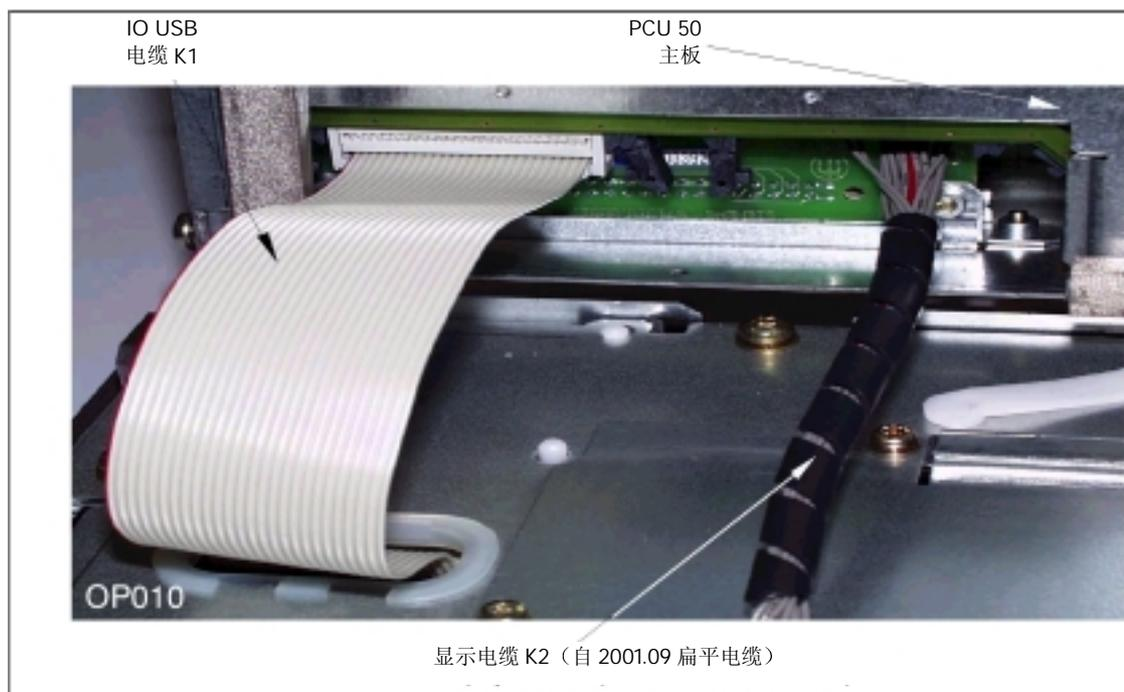
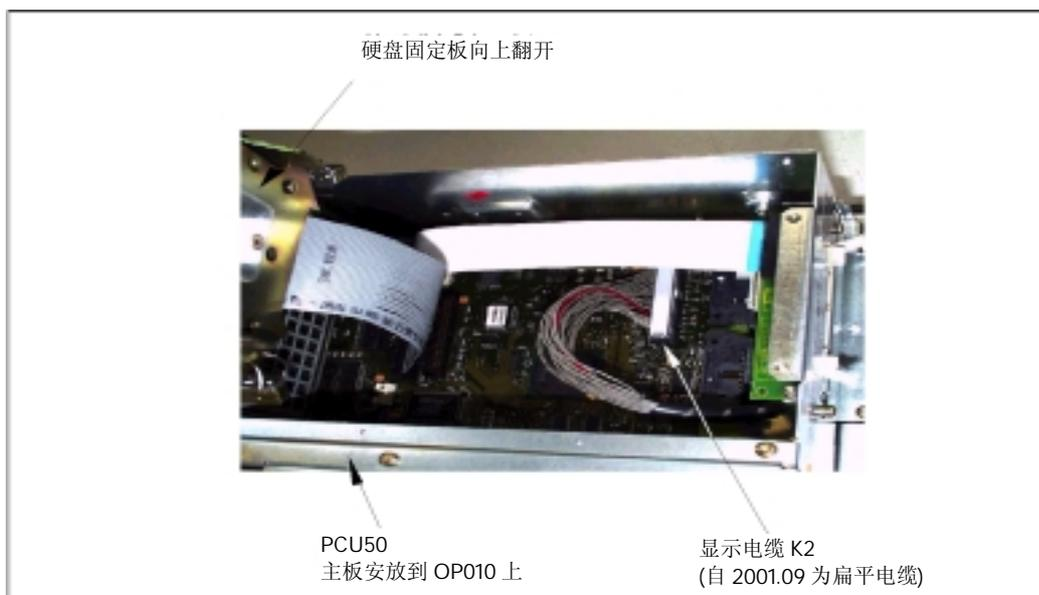

图 5-2 OP010 壳体背面连接：PCU50 连接
图 5-5 PCU50 硬盘下的连接: 与 OP010 连接
在背面（参见图 5-2）：
8. 把 OP010 的电缆插头 K1 和 K2 插入到 PCU50 箱体后侧开口的对应的插座中 (参见图 5-2 和图 5-5)。IO-USB 电缆插头 K1 有锁销, 在插入正确时可以感觉到其合上。
9. 压下显示电缆插头 K2 的压紧装置, 防止其松开 (参见图 5-5)。
10. 用电缆箍把显示电缆 K2 固定在 PCU50 的主板上 (参见图 5-5)。